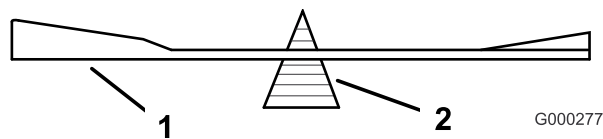

Figure 68
2. Vérifiez l'équilibre de la lame en la plaçant sur un équilibreur (Figure 68). Si la lame reste horizontale, elle est équilibrée et peut être utilisée. Si la lame est déséquilibrée, limez un peu l'extrémité de la partie relevée seulement (Figure 68). Répétez cette procédure jusqu'à ce que la lame soit équilibrée.